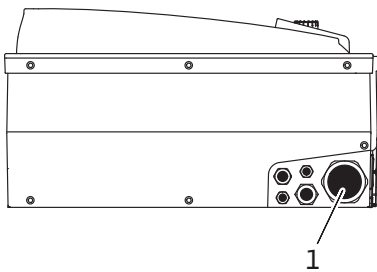

Fig. 23: Kabelschroefverbinding M40
- De netaansluitleiding moet door de kabelschroefverbinding M40 (Fig. 23, pos. 1) worden geleid.